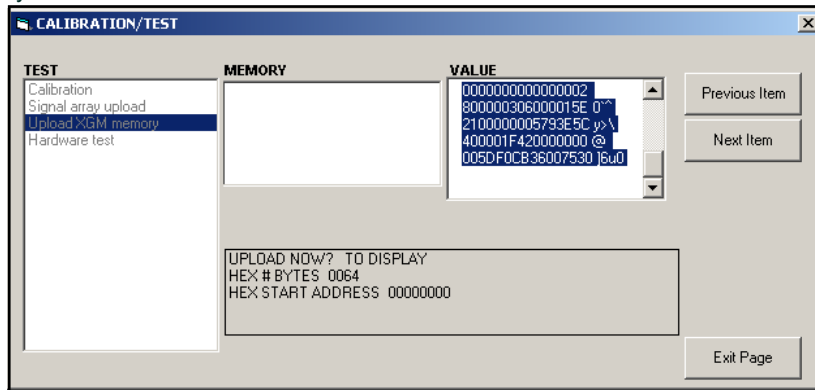

Figura 14: Datos de memoria del XGF868i mostrados en PanaView
- Si hace doble clic en *To Display*, el panel derecho de la ventana aparece de forma similar a la *Figura 14*, a continuación, y los datos están disponibles para su evaluación inmediata. Haga clic en [Salir de la página] para cerrar la ventana y volver al menú *Calibración/Prueba*.